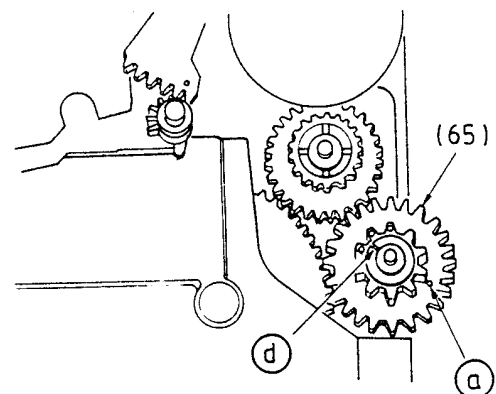

Fig. 8
- Lage des Markierungslochs (a) oder der Markierungsnase (d) des Zwischenrades (65) merken (Fig. 8) und Capstanrotor entgegen dem Uhrzeigersinn drehen bis das Zwischenrad (65) eine Umdrehung gemacht hat.
- Note the position of the marking hole (a) or the marking lug (d) on the intermediate gear (65), Fig. 8, and rotate the capstan rotor in the anti-clockwise direction until the intermediate gear (65) makes one complete revolution.
- Annotare la posizione del foro (a) o del nasello (d) della ruota intermedia (65), fig. 8. Girare il rotore capstan in senso antiorario finchè la ruota intermedia (65) ha compiuto un giro.